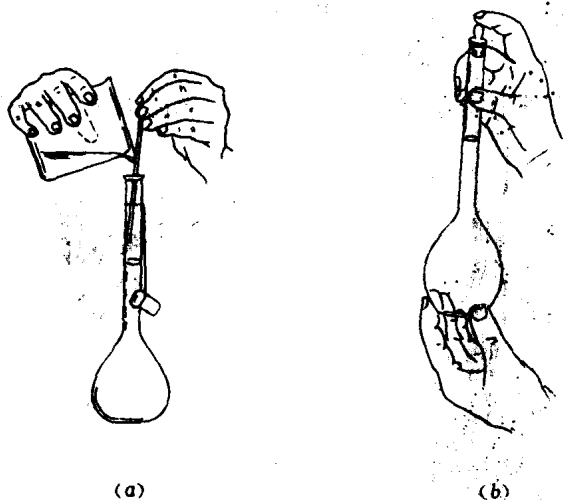

图 3 容量瓶的使用方法
容量瓶常与移液管相配合,用来配制浓度准确的溶液。它是带细颈的平底瓶,并配有磨口玻璃塞,颈部刻有标线,表明在一定温度下恒定的容积。用法如下(图 3):
(1)在使用容量瓶前应首先检查它是否漏水,即将已充满自来水至标线附近的容量瓶的瓶塞塞紧,见图 3-(a),倒置片刻,观察瓶口是否漏水。
(2)检查完好的容量瓶,按洗移液管的方法洗涤干净,再把配制好的溶液沿玻璃棒转移到容量瓶中(见图 3-(a))。如为固体试样,须先在烧杯中溶解,再将溶液转移至容量瓶中,然后少量多次地用蒸馏水或去离子水洗涤烧杯,并将洗涤液转移至容量瓶中,以保证溶质全部转移到容量瓶中。如果是稀释已知浓度的溶液,要用移液管移入一定体积的浓溶液,再慢慢加蒸馏水或去离子水至标线以下约 1cm 处,最后用滴管逐滴加至液面与标线相切为止。
(3)按图 3-(b)所示,将容量瓶凌空、翻倒,等气泡上升后,轻轻振荡。重复翻倒、振荡操作多次,使溶液混合均匀。